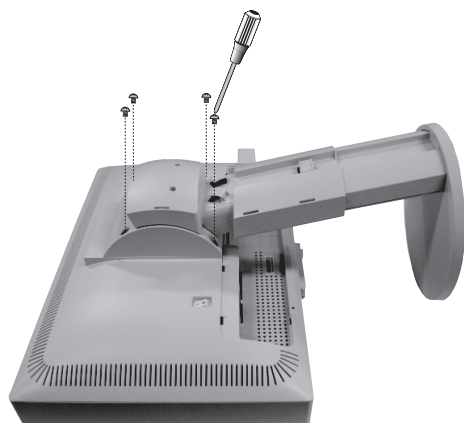

Abbildung M.3
3. Legen Sie den Monitor mit der Vorderseite nach unten auf eine weiche Oberfläche (**Abbildung M.3**).
4. Entfernen Sie die vier Schrauben, mit denen der Fuß am Monitor befestigt ist (**Abbildung M.3**).